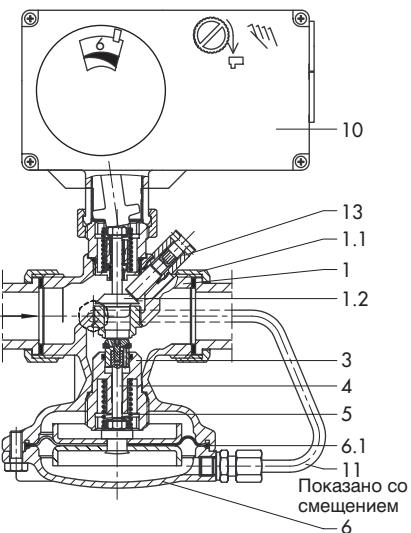

Рис. 3 · Тип 2488/5825, РУ 25
**Регулятор объёмного расхода тип 2488/582.** (рис. 3) с электрическим приводом тип 5824 или тип 5825.